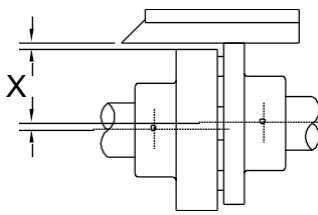

Fig. 21
- 9 - Kontrollera med en rak linjal att de två kopplingshalvorna är parallella vid flera punkter, 90° från varandra (se fig. 21). OBS: Enklare och mer exakta avläsningar kan uppnås med instrument såsom mätlockor (om sådana finns tillgängliga).